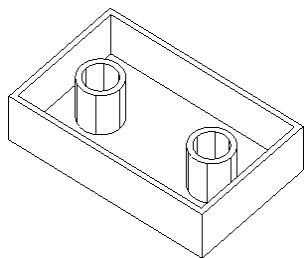

图 7-72 朝内抽壳
- 04 系统弹出“实体抽壳”对话框，在“实体抽壳方向”选项区中选中“朝内”选项，输入朝内厚度为 2，如图 7-71 所示。再单击对话框中的“确定”按钮，即可完成实体抽壳操作，结果如图 7-72 所示。